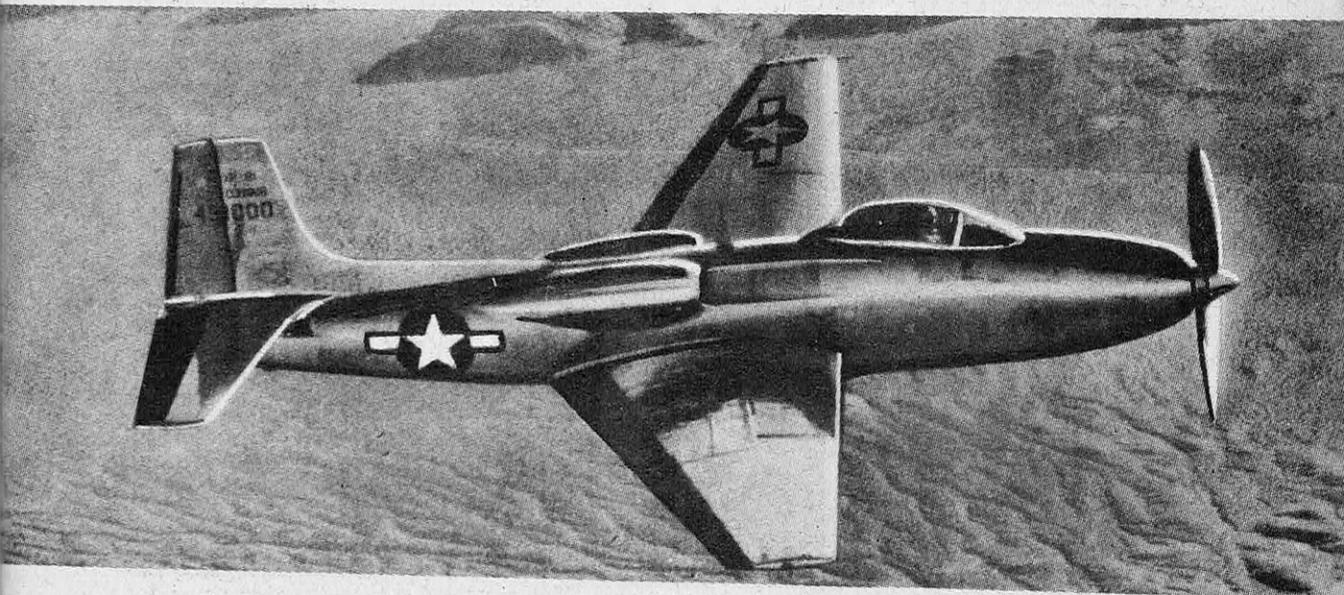

FIG. 9. — LE CHASSEUR CONSOLIDATED-VULTEE XP-81 A PROPULSION COMPOSITE
(1) Voici la liste des chasseurs américains à réaction : Bell P-59 « Airacomet », Northrop XP-79 (aile volante), Lockheed P-80 « Shooting Star », Consolidated XP-81 (fig. 9), Bell XP-83, Republic P-84 « Thunderjet », MacDonnell XP-85, North-American XP-86, Curtiss XP-87, MacDonnell XP-88, Northrop XP-89, Lockheed XP-90, Republic XP-91, Consolidated XP-92, Lockheed XP-93. La lettre X devant la désignation d'un appareil sert à indiquer que ce type est encore expérimental.